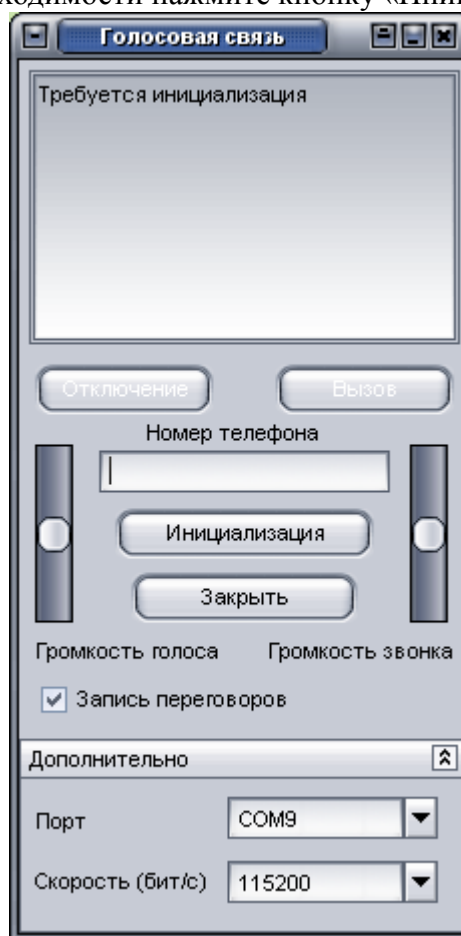

Рисунок 11
4.3.3.2. В окне «Голосовая связь», рисунок 11, нажмите кнопку «Дополнительно». Заполните поля: «Порт» - номер COM-порта, к которому подключено устройство связи; «Скорость (бит/с)» - скорость COM-порта.